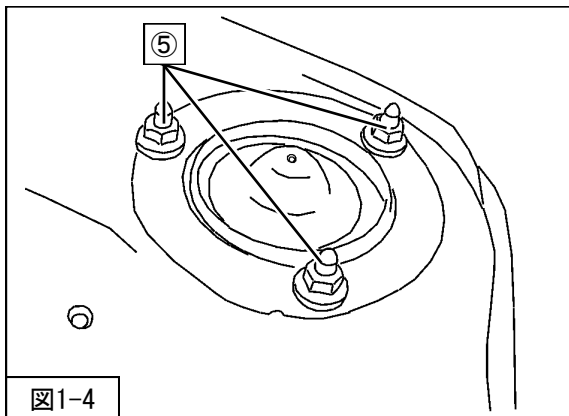

図1-4
5. ⑤フロントサスペンションASSYアッパー取付ナットを取外してください。(図1-4)